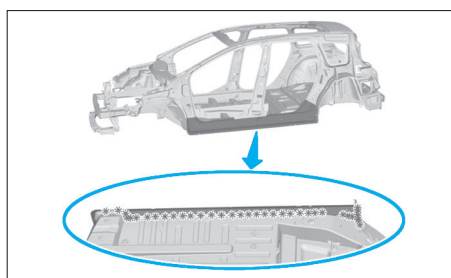

FIG. 118
- Fraiser les points de soudure (Fig.118).